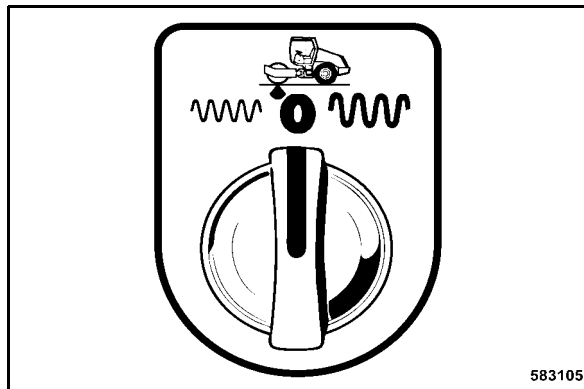

fig. 64
- Présélectionner l'amplitude désirée avec l'interrupteur rotatif correspondant (fig. 64).